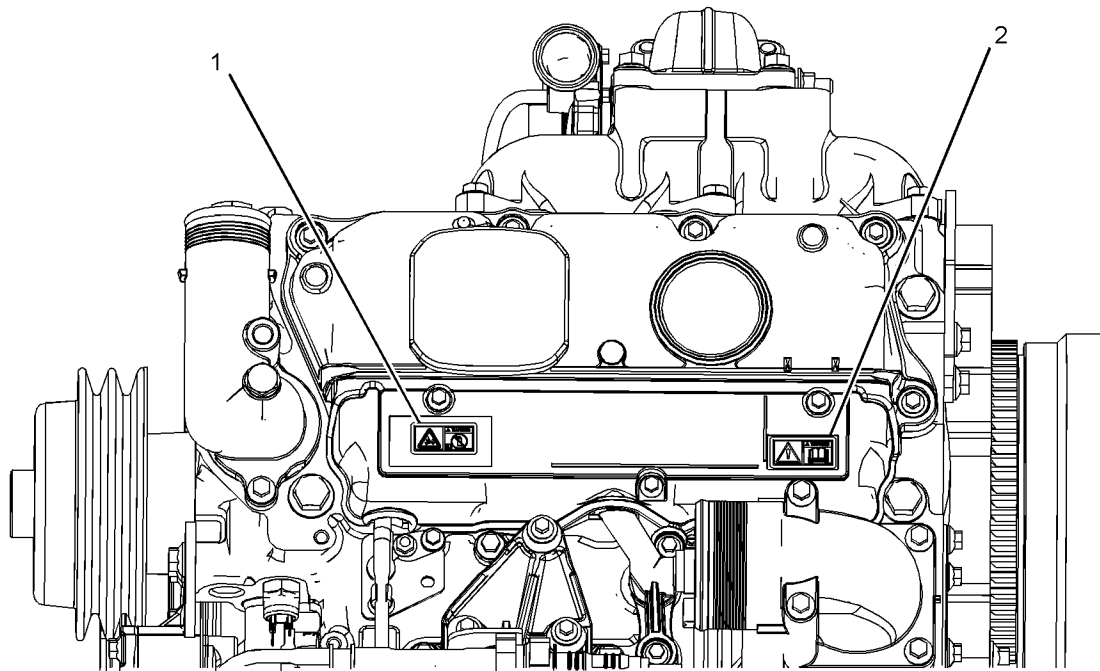

Abbildung 2
Der allgemeine Warneufkleber (2) befindet an beiden Seiten des Sockels des Ventilmechanismusdeckels. Siehe Abbildung 2.
Das Äther-Warnschild (1) befindet sich auf dem vorderen Ende des Ansaugkrümmerdeckels. Siehe Abbildung 2.